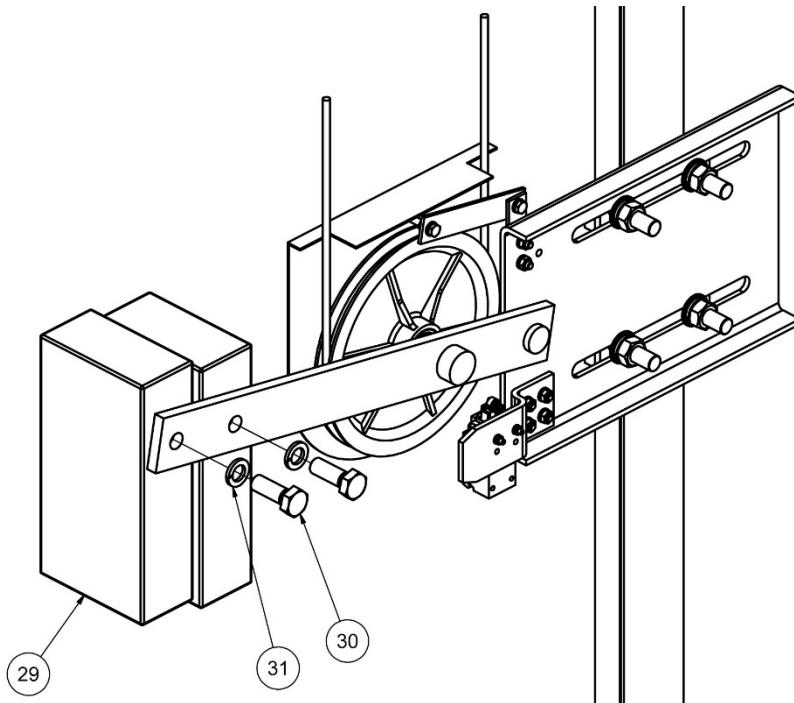

Figure 10
Pour terminer, on montera les poids (29) dans la position indiquée sur la *Figure 10*. Pour cela, on utilisera deux vis DIN 931 M14x80 (30) et pour les fixer, on utilisera deux rondelles Grower DIN 127 M14 (31).